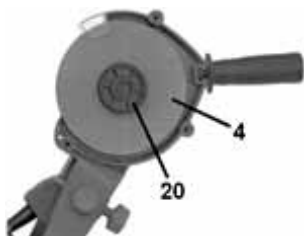

Рисунок 11
3.4.1 Включение и выключение изделия осуществляется выключателем (11). Крутящий момент от электродвигателя передается на шпиндель изделия, на который при помощи зажимной гайки (20, рисунок 11) закреплен заточный абразивный диск (4).